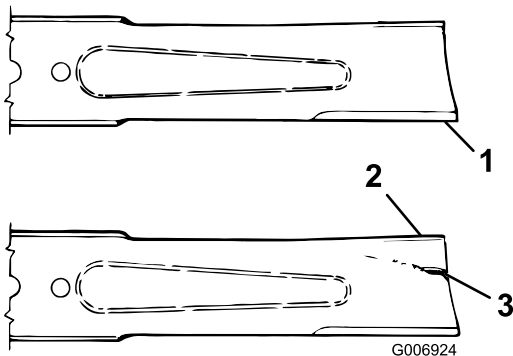

Figure 72
- Examinez attentivement les tranchants de la lame, particulièrement au point de rencontre de la partie plane et de l'ailette (Figure 72). Le sable et les matières abrasives peuvent éroder le métal à cet endroit, c'est pourquoi il est important de contrôler l'état de la lame avant d'utiliser la machine. Remplacez la lame si elle est usée (Figure 72) ; voir Dépose de la lame.
Si la lame est trop usée, une entaille se forme entre la partie relevée et la partie plane (Figure 72). La lame peut alors se briser et un morceau être projeté du dessous de la machine, vous blessant gravement ou une personne à proximité.